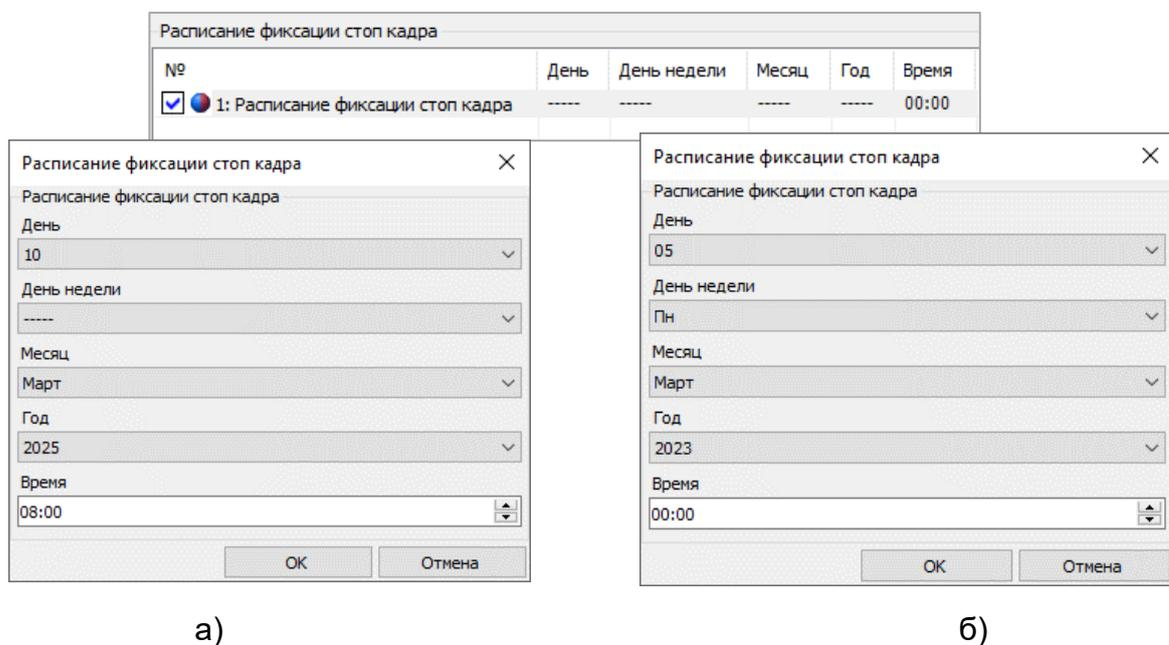

Рисунок 75
- в определенную дату (см. рисунок 75 а);
- в определенный день недели месяца или года (см. рисунок 75 б).